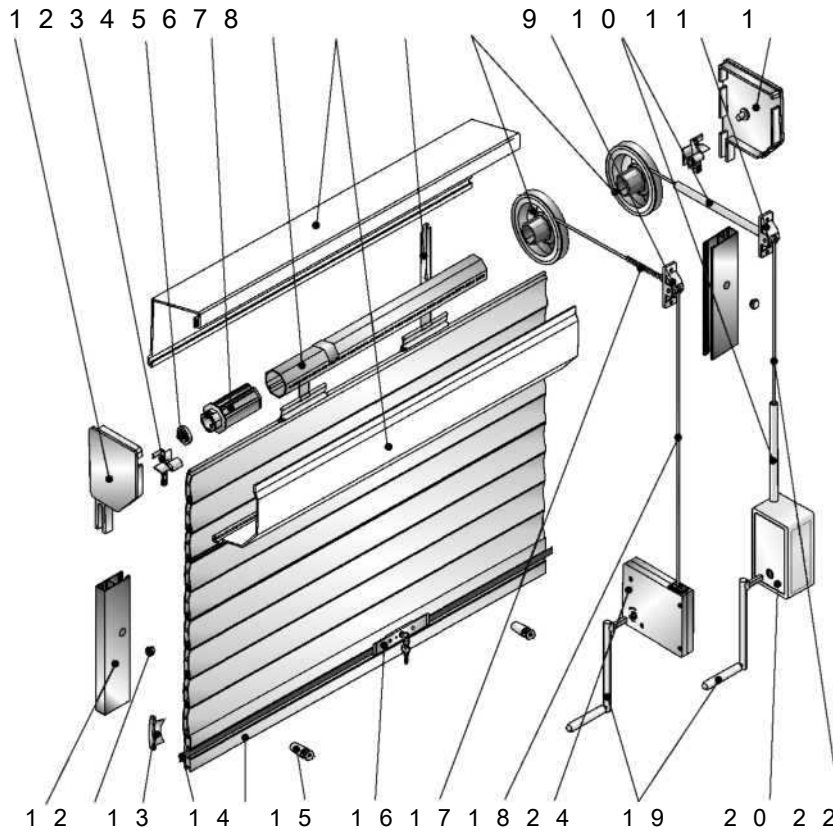

Рис.4 Комплектация роллет со шнуровым или кордовым приводами
**1.3.7 Устройство и порядок работы роллеты, оснащенной шнуровым или кордовым приводами (см. рис.4):**